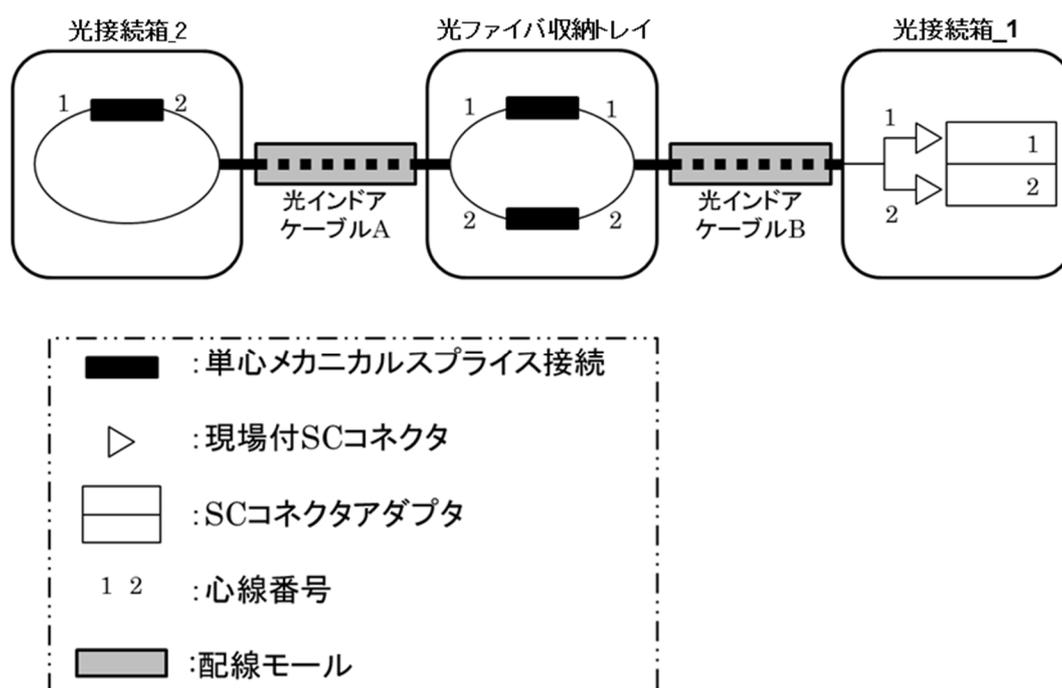

図 2 光ファイバ心線接続図 (パターン②)
- ・ 光接続箱_1 で、光インドアケーブル端を 1m 口出し、図2に従って SC コネクタを成端シアダプタに接続すること。アダプタは所定の場所に固定すること。
- ・ 光接続箱_2 で、光インドアケーブル端を 1m 口出し、図2に従って心線を接続し収納すること。
- ・ 収納トレイ内で、光インドアケーブル両端をそれぞれ 1m 口出し、図2に従って心線を接続し収納すること。